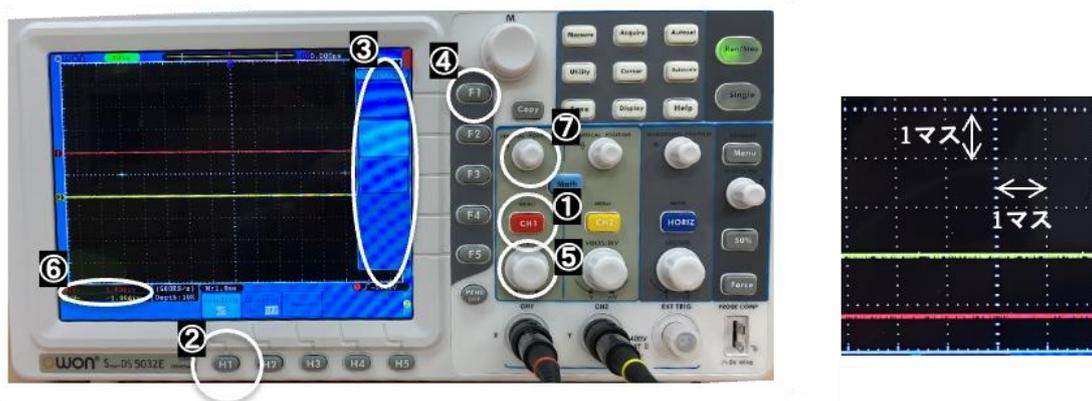

図 3-10. オシロスコープの CH1 の設定
- (1) 図 3-10 の①CH1 ボタンを押すと、②H1 の上に Coupling AC と表示されるので、②H1(Coupling)ボタンを押しなさい。すると、画面右側に③Coupling メニューが表示されるので、④F1(DC)ボタンを押して選択しなさい。⑤VOLS/DIV つまみを回し (DIV あるいは div は画面の枠の 1 マスを表す。図 3-10 の右図を見なさい。), 縦軸 1 マスあたりの電圧を変更し、⑥画面左下の赤文字の表示を「①200mV-」としなさい。
- (7) 回路基板の交流直流スイッチを AC にしなさい。
- (8) オシロスコープの CH1 の信号電圧（赤）に 0.0 V 付近で変化する矩形波（四角形の波）が観測される。矩形波が正負均等に振れるように、適宜 図 3-10 の⑦VERTIVAL POSION つまみを調節しなさい。これにより、画面上の信号電圧が駆動用磁石にかかる力にほぼ比例する。ホール素子 1 の  $\vec{n}$  の向きを変えないように注意しながらコイルとの距離を調整して、矩形波の振れ幅を正・負それぞれ 0.2 V 以上にしなさい。